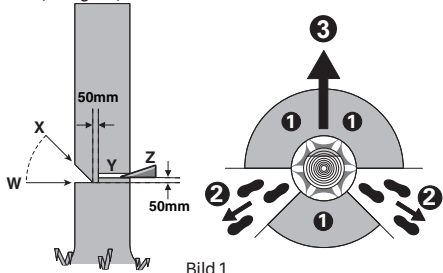

Bild 1
Vid sågning på sluttning ska kedjesågens användare stå ovanför det träd som fälls, eftersom det fällda trädet troligen kommer att rulla eller slira nedför sluttningen. Flyktvägen bör gå bakåt och diagonalt relativt den bakre delen av den förväntade fallriktningen, så som visas på bild 1.
Gör skäran till 1/3 djup av trädets diameter, vinkelrätt mot fallriktningen, så som visas på bild 1. Såga först det undre vågräta riktsskåret (W). Härvid undviks inklämning av sågkedja eller styrskena vid sågning av övre riktsskär (X).
Gör fällskåret minst 50 mm högre än det horisontella riktsskåret (Y), så som visas på bild 1. Fällskåret bör vara parallellt med riktsskåret. Gör fällskåret endast så djupt att en brytmån blir kvar (brytlist) som fungerar som ett gångjärn. Brytmånen hindrar trädet från att vrida sig och falla i fel riktning. Såga inte av brytmånen.